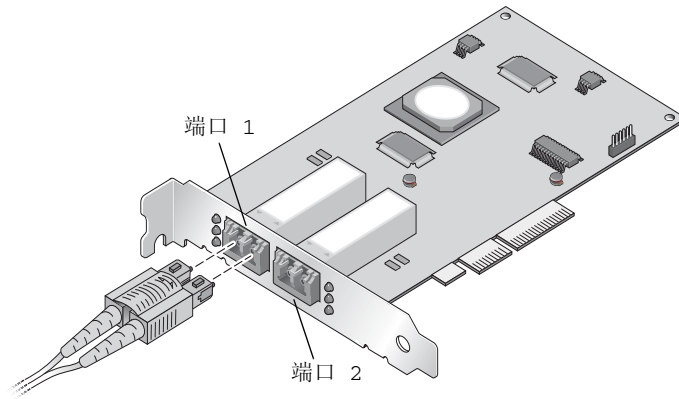

图 3 连接光缆
1. 将光纤电缆连接到 HBA 上的 LC 连接器（请参见图 3）。